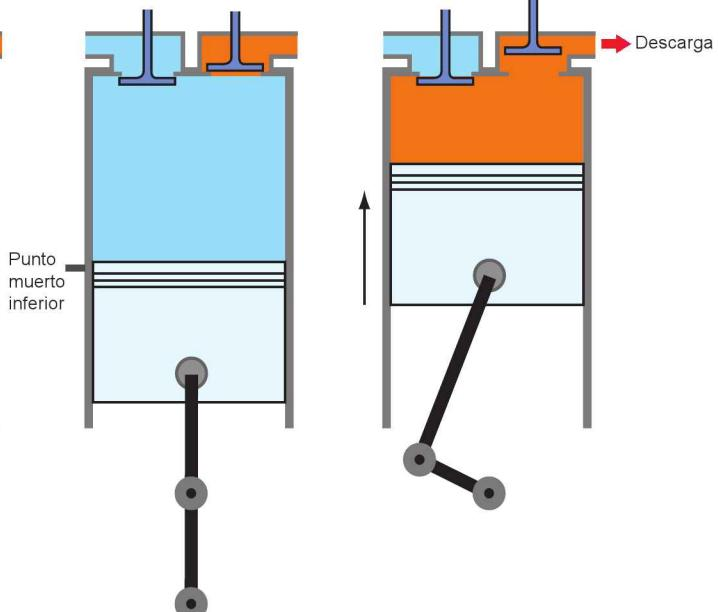

Figura 8.18. El pistón empieza a descender y a aspirar gas
- **Carrera descendente de reexpansión (camino d-a).** El pistón se encuentra en la parte superior de la carrera y empieza a descender. Cuando el pistón ha descendido lo suficiente como para que la presión que hay en el cilindro sea menor que la que hay en el conducto de aspiración, se abre una válvula de admisión y el cilindro comienza a llenarse de gas, tal y como muestra la Figura 8.18., y comenzaríamos la aspiración con el camino a-b.